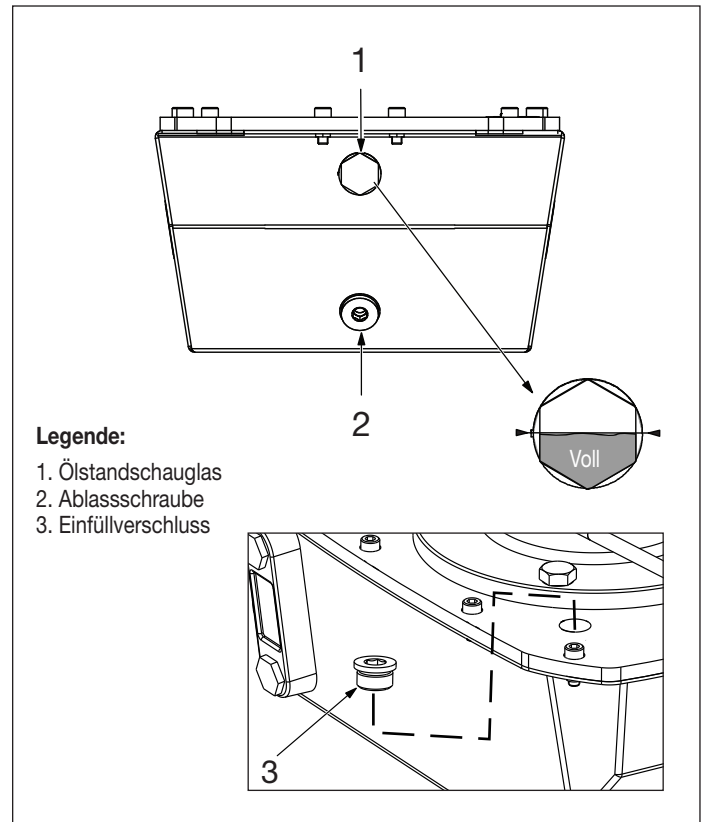

Abbildung 10: Hydrauliköltank
5. Mithilfe des Schauglases des Hydrauliktanks visuell Ölstand kontrollieren. Der Tank ist voll, wenn der Ölstand etwa auf halbem Weg zwischen der Ober- und Unterkante des Schauglases liegt. Siehe Abbildung 10.
Beachten Sie, dass es bei größeren Schienenspannern eventuell erforderlich ist, dass der Tank vollständig gefüllt ist, siehe die Beschreibung in Abschnitt 9.4 (und Abbildung 10).
6. Öleinfüllverschluss von der Abdeckplatte entfernen. Siehe Abbildung 10.
7. Befüllen Sie den Tank langsam mit neuem Öl, bis der Füllstand etwa auf halbem Weg zwischen der Ober- und Unterkante des Schauglases des Hydraulikölkol tanks liegt (siehe Abbildung 10). Für Ölanforderungen siehe Abschnitt 9.2.
Wechseln Sie das Öl gemäß den folgenden Schritten. Siehe Abbildung 10.